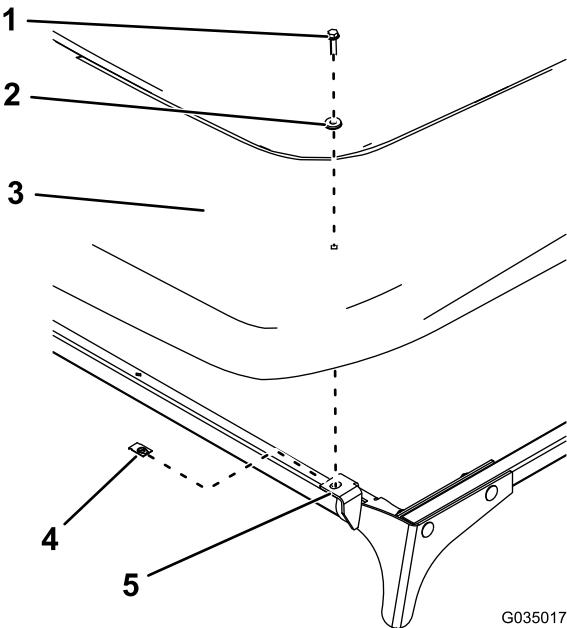

Figure 15
16. Fixez le pare-soleil aux plaques avant à l'aide de 2 clips, 2 rondelles d'étanchéité et 2 boulons à embase hexagonale (1/4" x 1"), comme montré à la Figure 15.